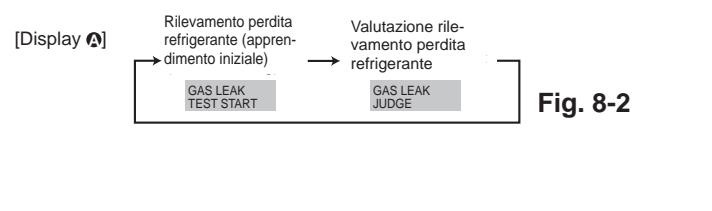

Fig. 8-2
- ② Premere il pulsante **CLOCK** (▼) e selezionare **[GAS LEAK TEST START]** (AVVIO TEST FUGA DI GAS). (Fig. 8-2)